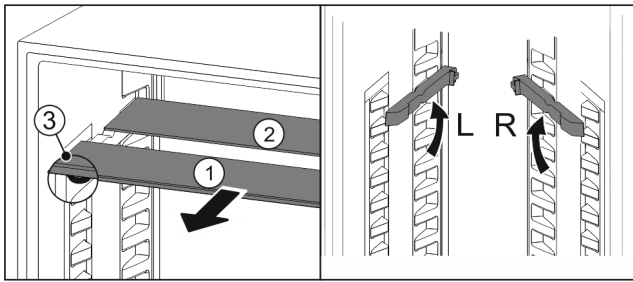

Fig. 117
- ▶ Glasplatten einzeln nach vorne herausziehen Fig. 117 (1).
- ▶ Glasplatte Fig. 117 (1) mit Zierleiste liegt vorne.
- ▶ Stopps Fig. 117 (3) zeigen nach unten.